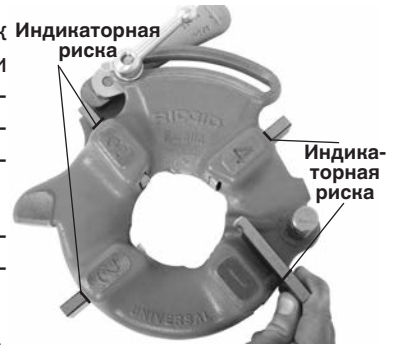

Рис. 8 – Вставка резьбонарезных гребенок
4. Поднимите язычок шайбы из прорези в размерной планке. Сдвиньте шайбу в торец прорези (Рис. 8).
6. Вставьте соответствующие гребенки в резьбонарезную головку, торцом с номерами обозначения вверх, так чтобы индикаторная риска была установлена вровень с кромкой резьбонарезной головки (см. Рис. 8). Номера на гребенках должны соответствовать номерам на пазах резьбонарезной головки. Всегда заменяйте гребенки в комплекте – не устанавливайте гребенки из разных комплектов.